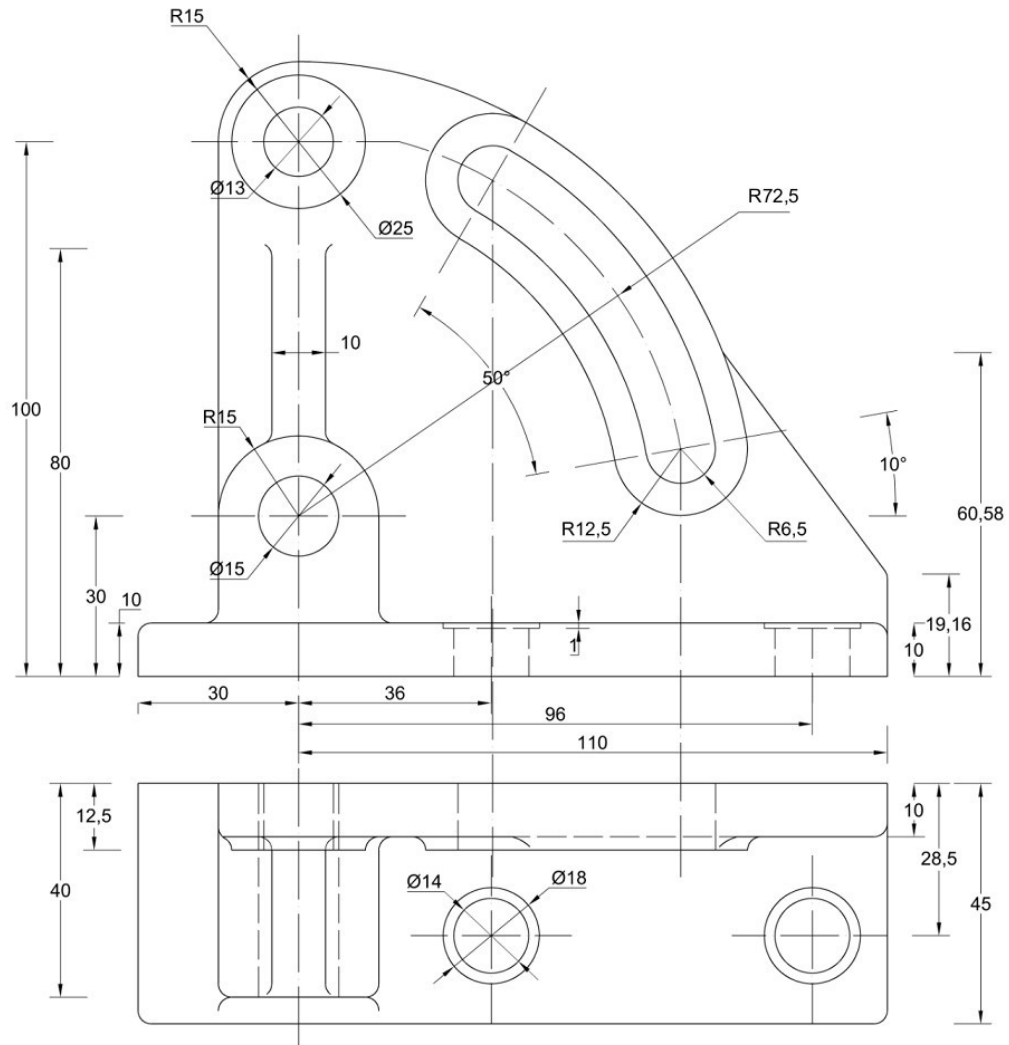

**Figura 7.9 - Objetos selecionados mostrando os GRIPS.**
5. O programa solicitará o ponto de deslocamento do objeto selecionado. Escolha qualquer ponto da área de trabalho e clique no botão esquerdo do mouse sobre este ponto. Perceba que você moveu todos os objetos que estavam selecionados, a partir do GRIP selecionado previamente, para o ponto desejado (figura 7.9).